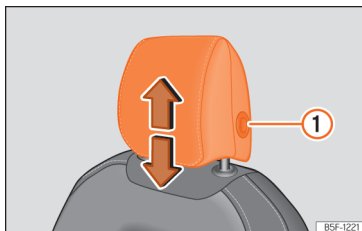
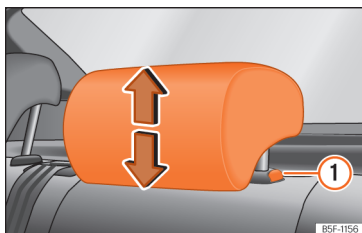

Abb. 113 Vordersitz: Kopfstützeinstellung.
Abb. 114 Kopfstützen hinten: Kopfstützeinstellung.
Weise vor und drücken Sie gleichzeitig die seitliche Taste ① » » **Abb. 113** » » **Abb. 114**.
- Seitliche Taste drücken » » **Abb. 113** ① und Kopfstütze herausziehen.